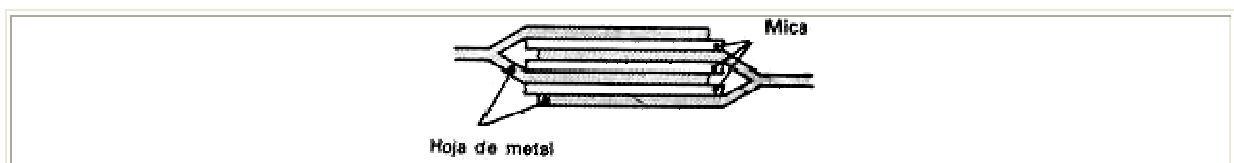

Figura 2.9. Condensadores de mica
**De mica.** Son condensadores estables que pueden soportar tensiones altas, ya que la rigidez dieléctrica que presenta es muy elevada, Figura 2.9. Se emplean en circuitos de alta frecuencia. Se utilizan en gamas de capacidades comprendidas entre 5 pF y 100000 pF con tensiones altas hasta de 7500 V. Se están sustituyendo por los de vidrio, de propiedades parecidas y más económicos.